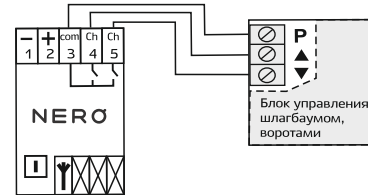

Рис. 2 — Одноканальный режим
**Одноканальный режим.** Длительность команды — 1,5 с. Применяется, для управления одним объектом. Например, шлагбаумом: 1-й канал отвечает за направление «ВВЕРХ», а второй — за направление «ВНИЗ». В данном случае управление происходит всеми пультами записанными в оба канала устройства (см. рис. 2).